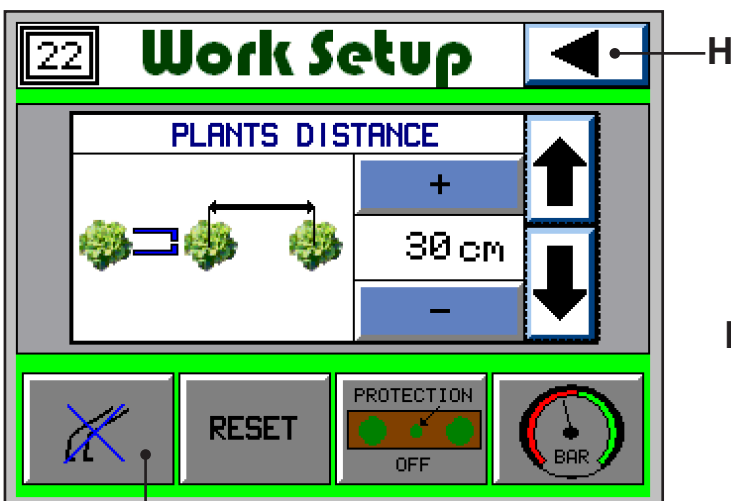
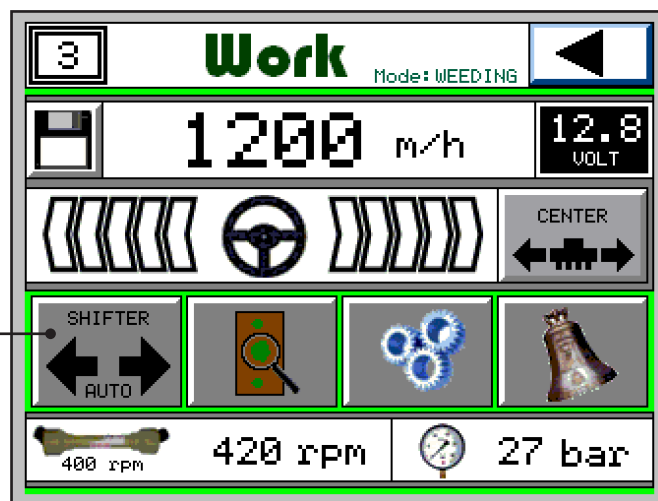

Fig. 4
Fig. 5
- 9) Tornare al menù “WORK” premendo il tasto (H).
- 10) Nella pagina “WORK” (Fig. 5) premere il tasto (I) e si passa alla pagina “SHIFTER” (Fig. 6), premere il tasto (L) per passare alla gestione manuale.
- 12) Premere il tasto (M) per tornare alla pagina “WORK” (Fig. 5).
- 8) In the page “WORK SETUP”, disconnect the hoes by keeping pressed the button (G - Fig. 4), until it becomes red.
- 9) Go back to menu “WORK” by pressing the button (H).
- 10) In the page “WORK” (Fig. 5) press the button (I) and proceed to page “SHIFTER” (Fig. 6), press the button (L) in order to move to the manual control.
- 12) Press the button (M) to go back to page “WORK” (Fig. 5).
- 9) Retourner au menu WORK (**Fig. 5**) en utilisant la flèche en haut à droite (**H**).
- 12) Retourner au menu WORK page principale (**bouton M**) (**Fig. 5**).
- 9) Regrese al menú “WORK” (**Fig. 5**) pulsando la tecla (**H**).
- 10) En la página “WORK” (**Fig. 5**) pulse la tecla (**I**) para pasar a la página “SHIFTER” (**Fig. 6**), pulse la tecla (**L**) para pasar al control manual.
- 12) Pulse la tecla (**M**) para regresar a la página “WORK” (**Fig. 5**).